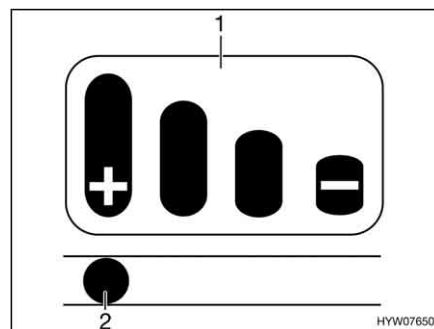

Fig. 179 Indicatore di usura
Sulla maniglia del gancio è montato un indicatore di usura (Fig. 179) con un grafico a barre (Fig. 179,1).
- Se il perno (Fig. 179,2) nel foro ovalizzato si trova sulla marcatura "+", le guarnizioni di attrito sono ancora nuove.